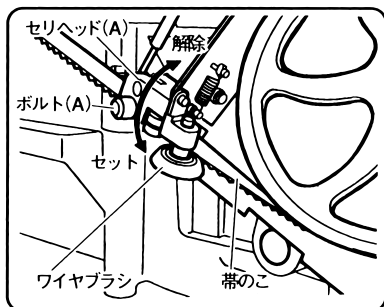

図 21
(2) ワイヤブラシを上方に解除します。(図21)
(図21)